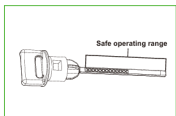

Fig.3
- El nivel de aceite debe mantenerse dentro de la zona marcada de la varilla medidora, preferiblemente cerca del punto medio superior del rango. (Fig.3)